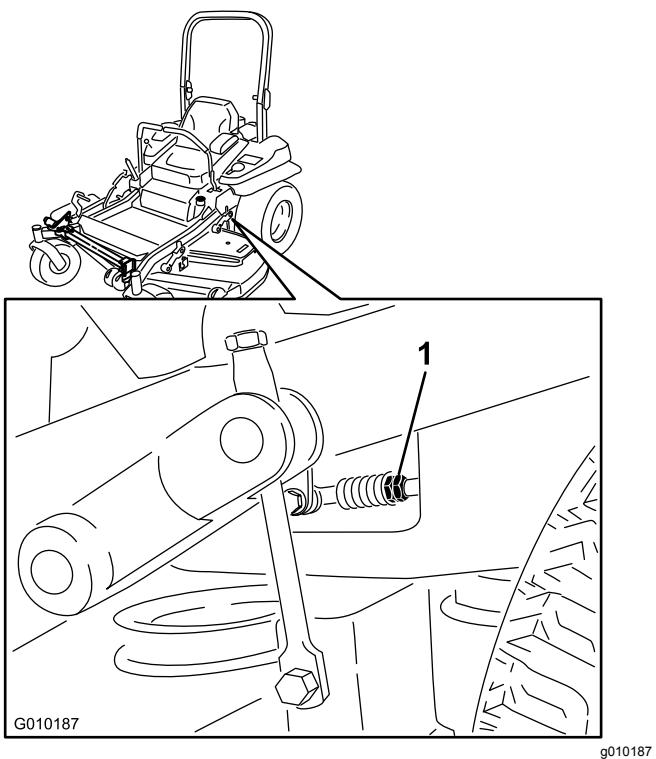

Figura 80
9. Ajuste la longitud de las varillas de control de las bombas girando las tuercas dobles de la varilla en el sentido apropiado, hasta que las ruedas se muevan ligeramente en marcha atrás (Figura 80).